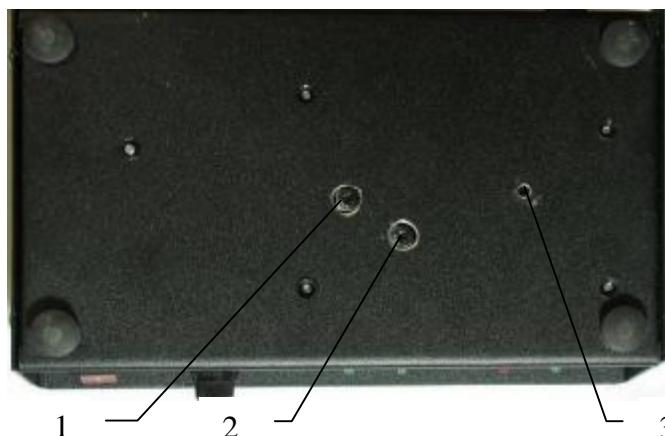

Рисунок 1.3 – Элементы настройки БСТЛ
К основанию БСТЛ выводятся следующие регулировки (рисунок 1.3):
- При необходимости выполнить настройку с помощью элементов настроек, выведенных к основанию устройства (рисунок 1.3).
Регулировку противоместной системы производят лишь в тех случаях, когда ответ с БСТЛ приводит к ошибкам приема команд. Для регулировки: а) однократно нажать на кнопку настройки автоматического отбойника (рисунок 1.3), после чего БСТЛ займет линию; б) дождаться сигнала готовности АТС и периодических тоновых сигналов (генерируемых БСТЛ в телефонную линию), после чего БСТЛ переключит сигнал с линии на линейный выход; в) провести регулировку соответствующим регулятором (рисунок 1.3) по минимальному уровню собственного сигнала с БСТЛ на линейном выходе; г) выключить и включить БСТЛ.
Функция автоотбоя позволяет автоматически освобождать линию по сигналам “Занято”. При использовании этой функции с нестандартной АТС рекомендуется выполнить настройку, для чего а) однократно нажать на кнопку настройки автоматического отбойника (рисунок 1.3), после чего БСТЛ займет линию; б) дождаться сигнала готовности АТС; в) немедленно повторно нажать кнопку настройки автоматического отбойника (до того, как устройство начнет выдавать периодические тоновые сигналы); г) проверить работу автоматического отбоя по сигналам “Занято”. **Эту настройку следует проводить заново после регулировки противоместной системы.**